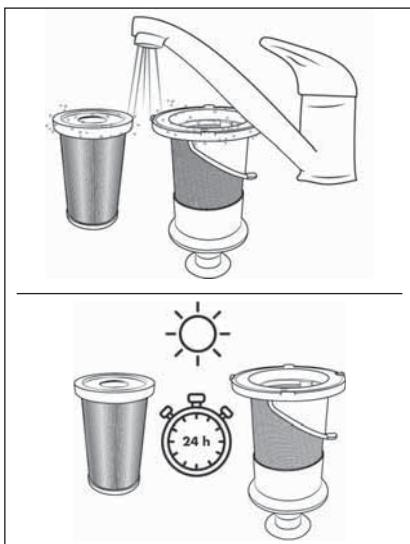

Abb. 25
- Spülen Sie den EPA-Filter 5 und den Edelstahlfilter 6 unter kaltem oder lauwarmem Wasser aus. Lassen Sie den EPA-Filter 5 und den Edelstahlfilter 6 vollständig an der Luft trocknen, bevor Sie sie wieder in den Schmutzbehälter 7 einsetzen (siehe Abb. 25).